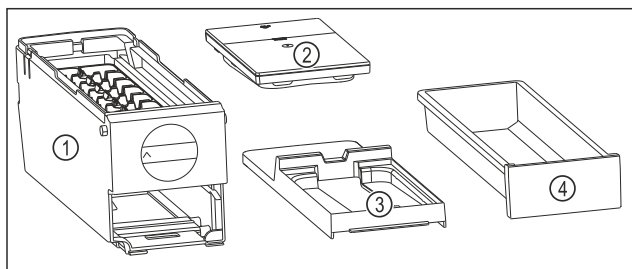

Fig. 106 Composants de l'EasyTwist-Ice
- L'EasyTwist-Ice est démonté en quatre parties. (voir Fig. 106)
- Ne démonter l'EasyTwist-Ice que de la manière illustrée. (voir Fig. 106)
- Nettoyer le corps de l'EasyTwist-Ice Fig. 106 (1) dans son ensemble.